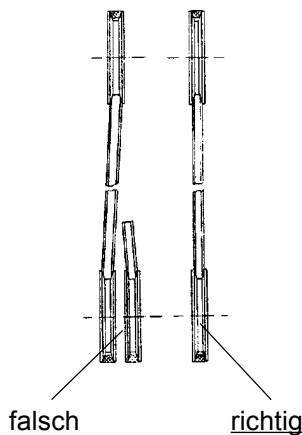

Abb. 6.1
- Der Motor muß so ausgerichtet werden, daß die Riemenscheiben von Motor und Maschine fluchten (Abb. 6.1).